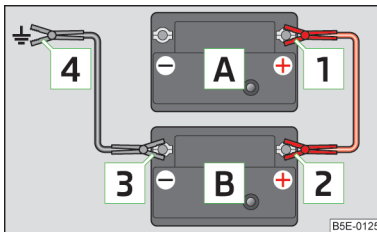

Abb. 144
- Die Klemme **1** am Pluspol der entladenen Batterie **A** » Abb. 144 befestigen.